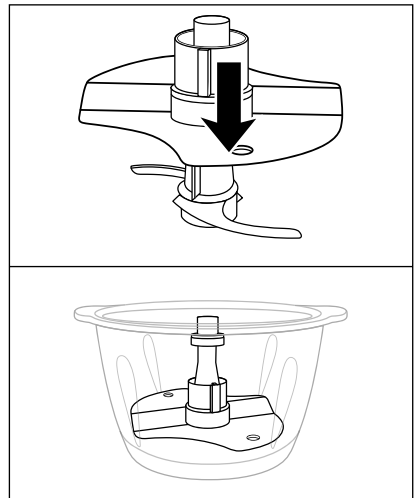

Fig. 1
- per montare 200 - 400 ml di panna, inserire il disco emulgatore **12** sul portalama **7** in modo che il disco emulgatore **12** poggi e si inserisca su entrambe le parti della lama **8** (fig. 1):